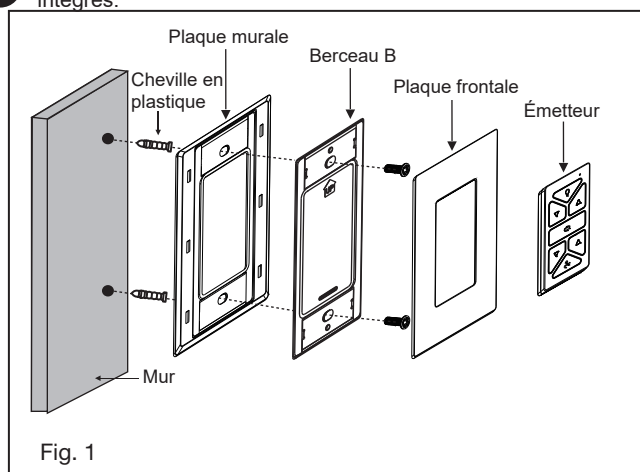

Fig. 1
- 1 Retirez l'une des trois vis du moyeu de montage situé sur le moteur du ventilateur. Desserrez les 2 autres vis. (Ne pas retirer) (Fig. 1)
- 1 Sélectionnez un emplacement souhaité. Utilisez la plaque murale pour marquer l'emplacement des trous de montage. Des ancrages muraux en plastique ou des vis de montage sont nécessaires pour cette application. (Fig. 1)